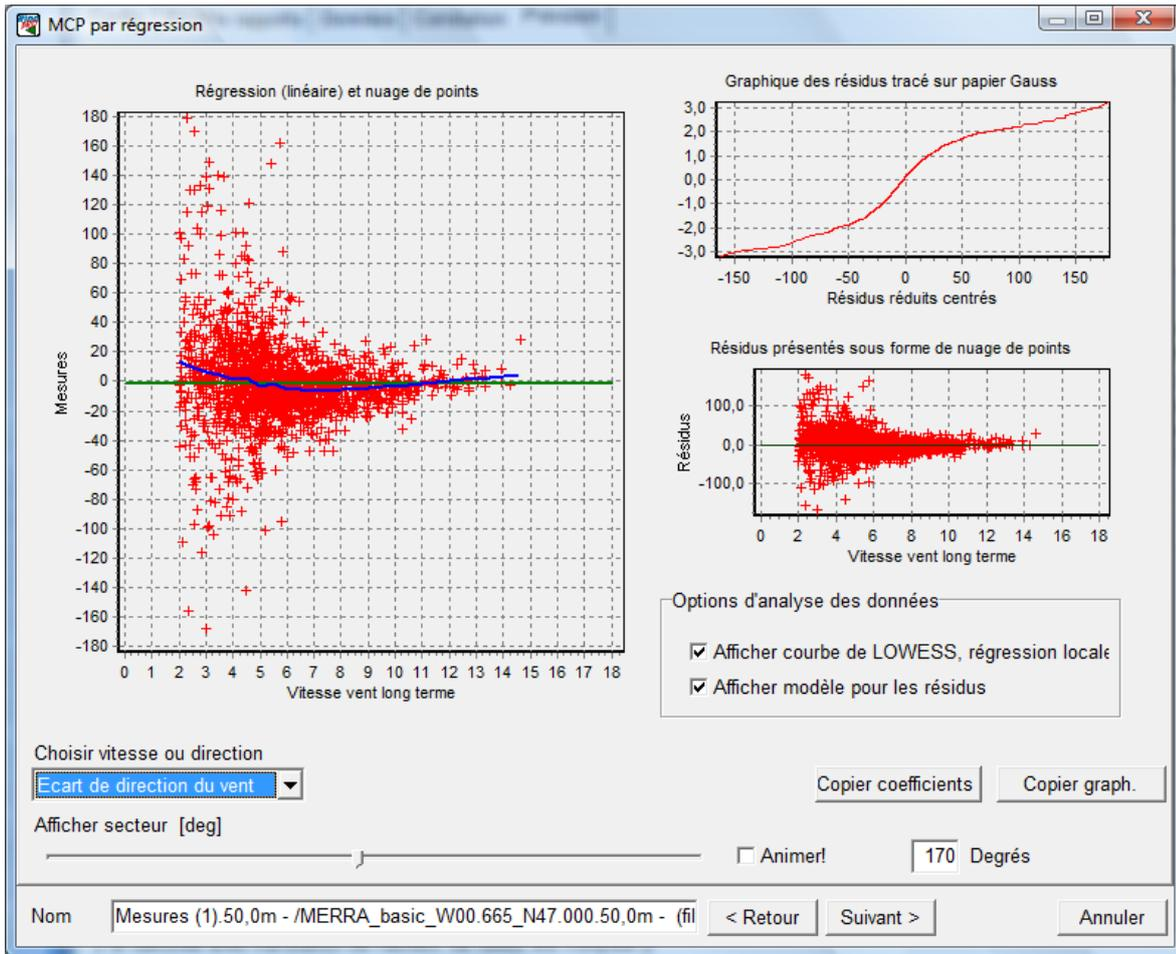

Figure 19
- En choisissant *Ecart de direction du vent* dans le menu déroulant *Choisir vitesse ou direction* ouvre la fenêtre de la Figure 19 où sont montrés les ajustements relatifs aux écarts de direction du vent.